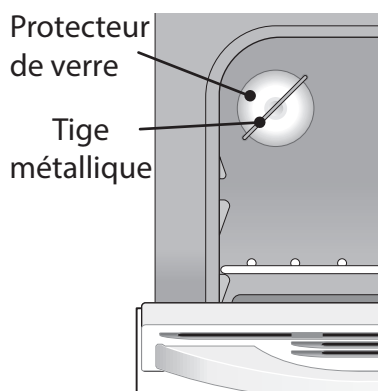

Figure 70: Ampoule de four protégée par un bouclier thermique en verre
1. La lampe du four est située sur la paroi arrière du four; elle est recouverte d'un verre de protection. La protection en verre doit être en place lorsque le four est en cours d'utilisation (Figure 70).